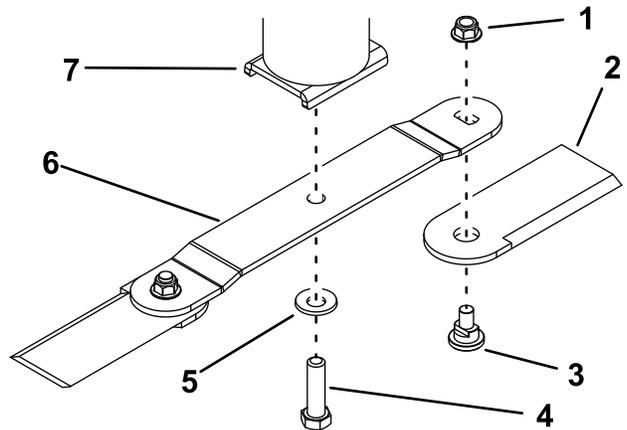

Figure 36
2. Au bas de la coupelle d'axe, enlevez le boulon de lame, la rondelle bombée et la lame du support de lame (Figure 36).
Si la lame est déséquilibrée, limez un peu de métal à l'arrière de la lame (côté opposé au tranchant) (Figure 36).
1. Fixez la lame à la coupelle d'axe à l'aide du boulon et de la rondelle bombée (Figure 36).
3. Pour poser seulement les lames-fléaux, fixez les fléaux au bout de la lame principale à l'aide du boulon et d'un écrou neuf pour chaque fléau (Figure 36). Serrez l'écrou à un couple de 103 à 127 N·m.